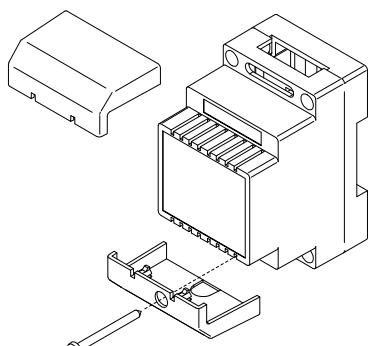

Fig. 1
1. Rimuovere i coperchi copri-morsetti svitando le relative viti e tirandoli verso l'alto (**Fig. 1**);